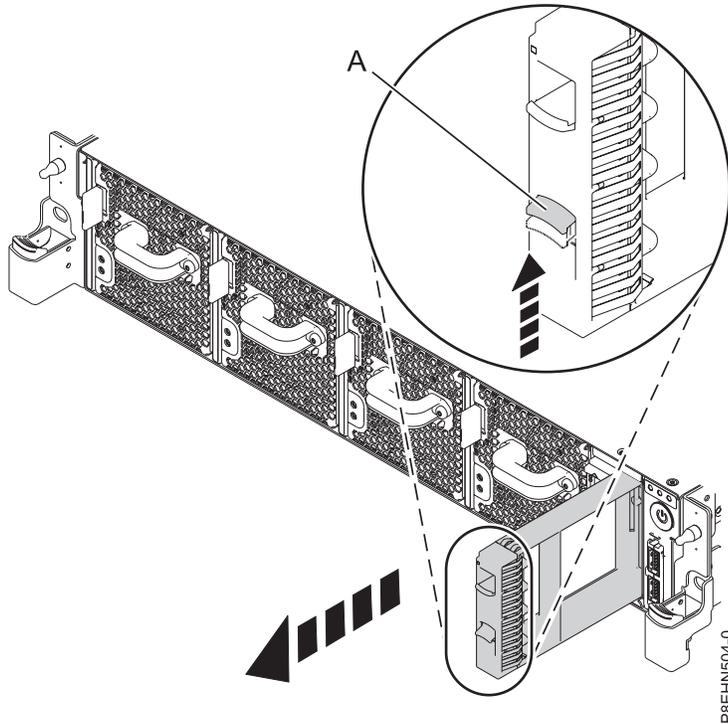

Figura 23. Extracción de un panel de relleno de unidad de disco de un sistema.
- a. Empuje el pestillo (**A**) del asa del panel de relleno. Consulte la Figura 23 en la página 20.